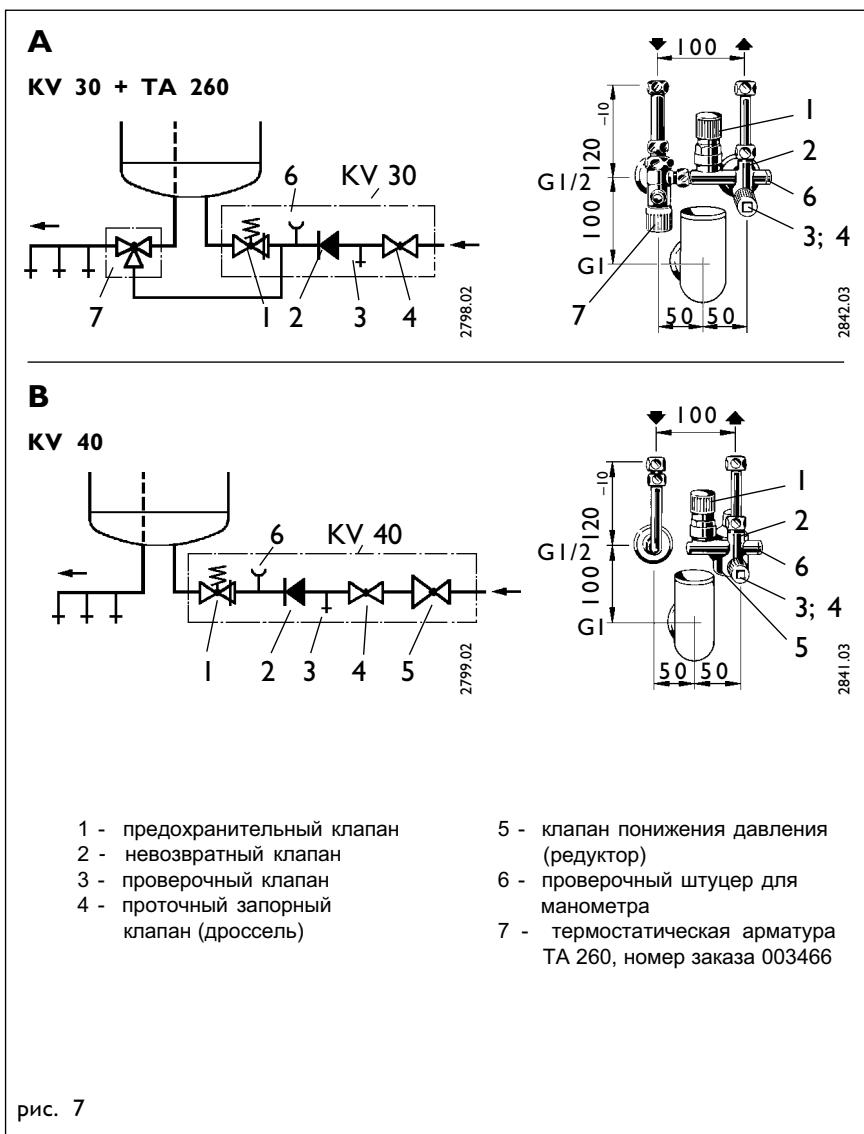

рис. 7
- Открыть влево в направлении "Prufen" вращающуюся крышку предохранительного клапана (см. рис. 7, поз. 6).